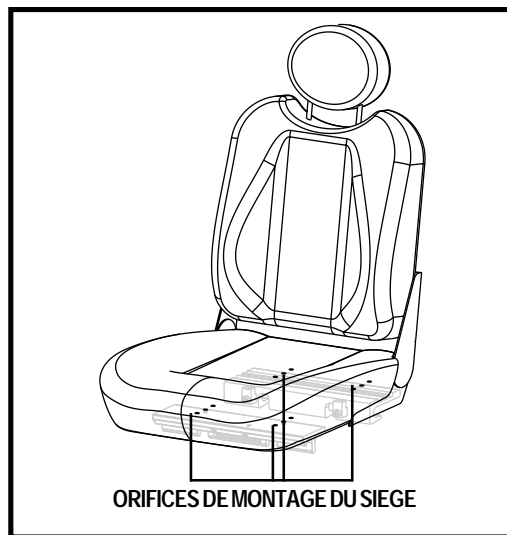

Figure 15. Orifices de montage du siège
4. Retirez les deux montants sous le siège. Voir la figure 15.
5. Repositionnez les montants dans un ensemble différent d'orifices de montage. Vous devez régler les montants en ayant un nombre identique d'orifices devant et derrière la fixation sur chaque montant. Voir la figure 15.